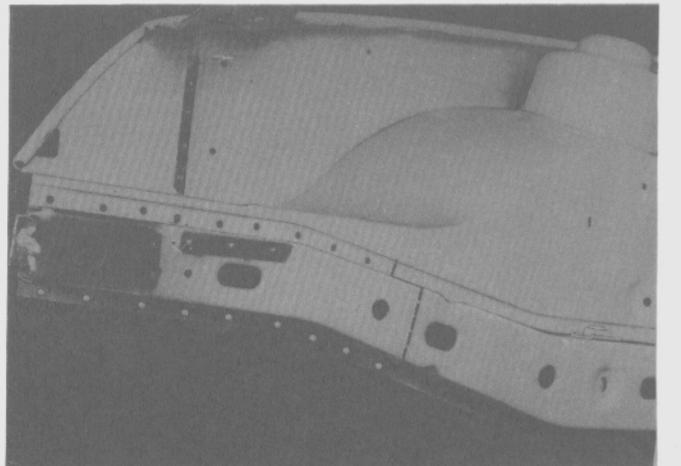

Fig. 130
- Taladrar los puntos de soldadura de la zona de la sección del larguero que se va a reemplazar (Fig. 130). No dañar el panel del guardabarro delantero interior.